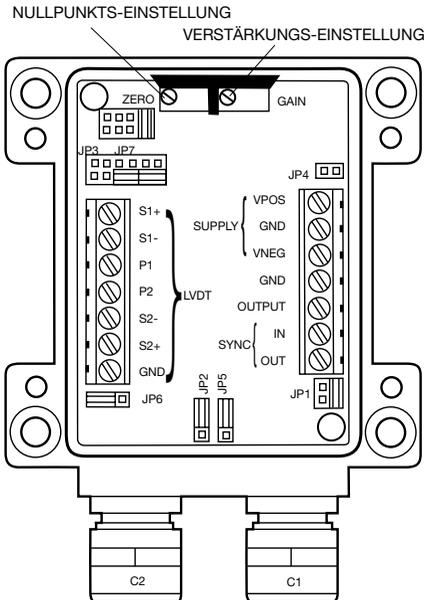

Abb. 1
- Nach Entfernen des Deckels sind die Überwurfmutter **C1** und **C2** zu lösen (Abb.1). Führen Sie das Versorgungs-/Ausgangssignal-Kabel durch die Verschraubung **C1** in den 'SUPPLY' Bereich auf der UCM-Karte. Schließen Sie die Spannungsversorgungs- und Ausgangsleitungen an die entsprechenden Klemmen auf der UCM-Karte an, wie nachfolgend angegeben und in Abb. 1 dargestellt.
- Führen Sie das Transducer-Kabel durch die Verschraubung **C2** in den 'LVDT' Bereich auf der UCM-Karte. Schließen Sie die Transducer-Leitungen an die entsprechenden Klemmen auf der UCM-Karte an (je nach Transducer-Typ), wie nachfolgend angegeben und in Abb. 1 dargestellt.